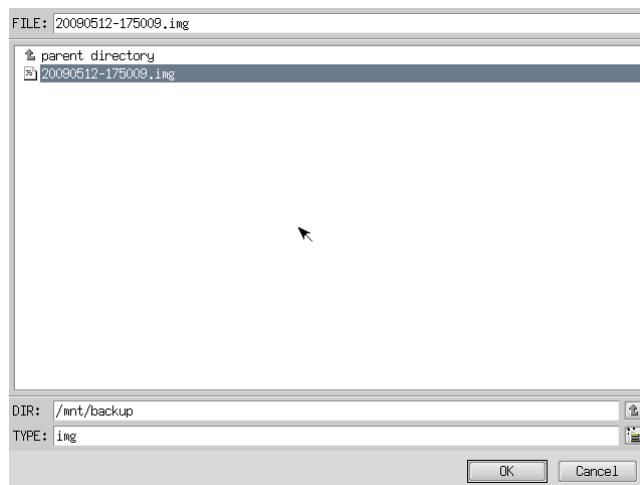

図 5-5-3. ファイル参照画面
- ⑦ ファイル参照画面（図 5-5-3）が表示されます。②で接続したメディアは、/mnt にマウントされていますので、/mnt 以下から目的のファイルを探してください。[OK] を押すとファイル選択画面にもどります。